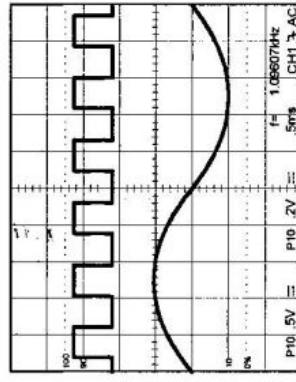

Figura 5-5 Entrambe le forme d'onda tipiche
- 1) Attivare CH1 e CH2. La Figura 5-5 seguente illustra due forme d'onda sincrone in entrambe le modalità.